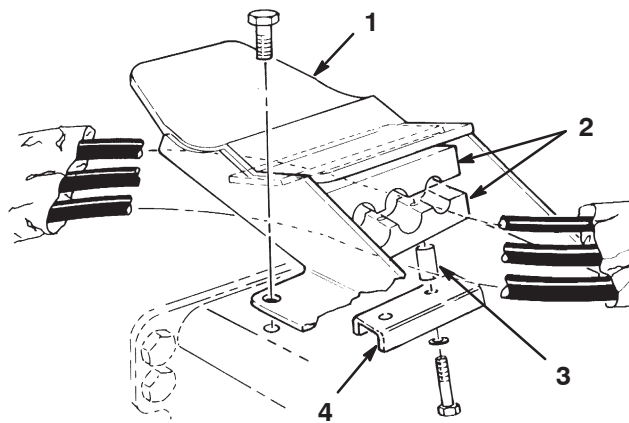

Figura 7
1. Fixe, sem apertar, as tubagens hidráulicas na zona inferior de cada suporte de placa de controlo utilizando um dispositivo de fixação de tubagem, cunhas, uma placa de vedação, anilhas de bloqueio e parafusos, como mostra a Figura 7.